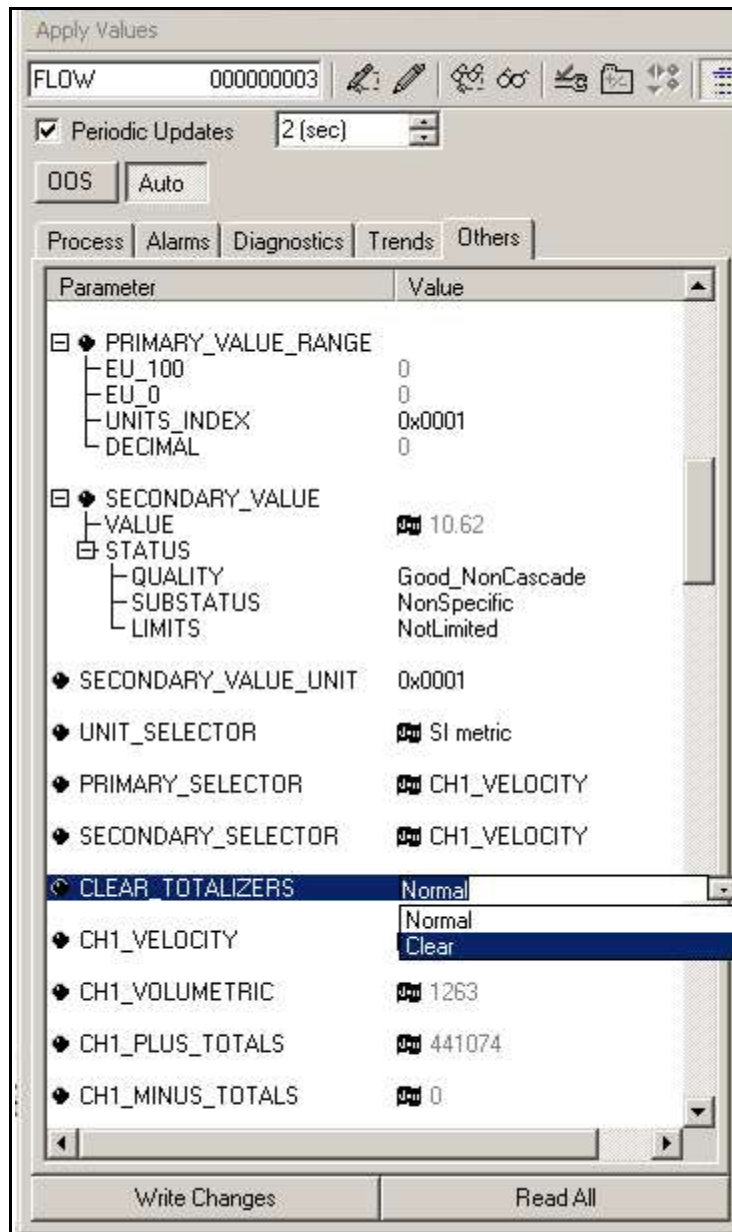

Figure 62: liste déroulante Effacer les totalisateurs
3. Sélectionnez Clear (Effacer) dans la liste déroulante (voir Figure 62 ci-dessous).